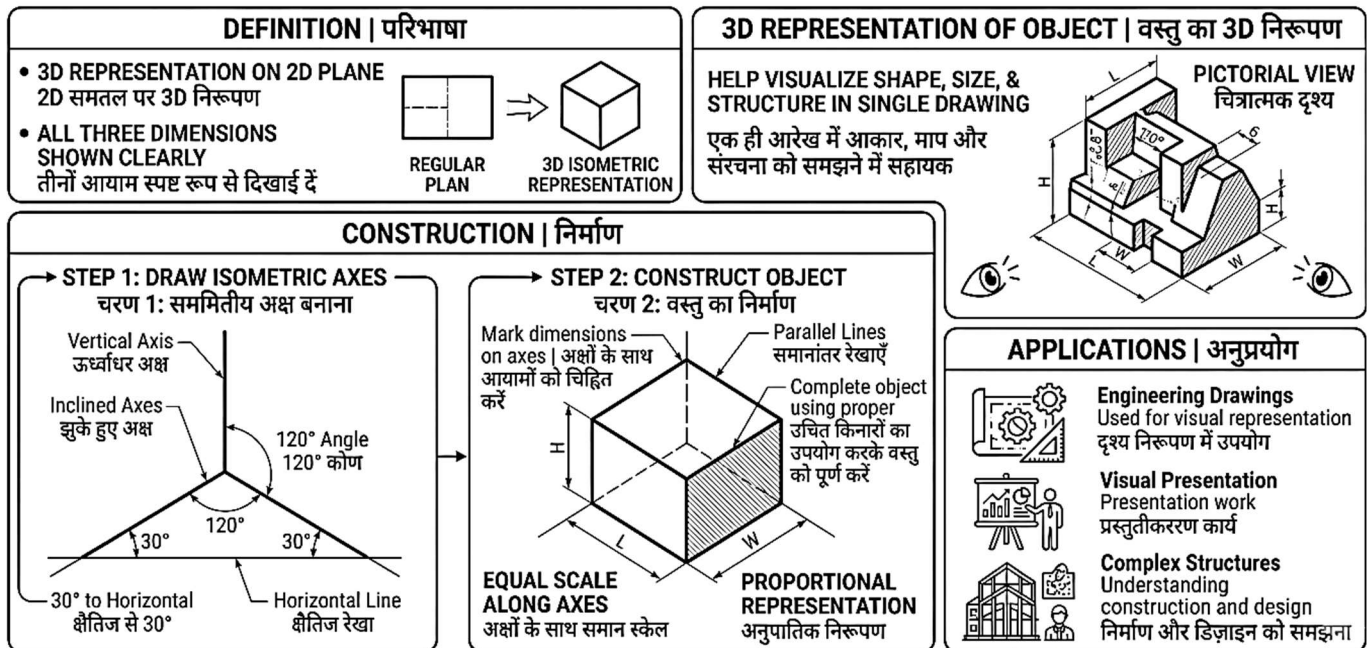

Fig. 2.10: Isometric Representation of Object | वस्तु का सममितीय निरूपण
2.10.1 Definition: (Fig. 2.10)
2.10.1 परिभाषा: (Fig. 2.10)